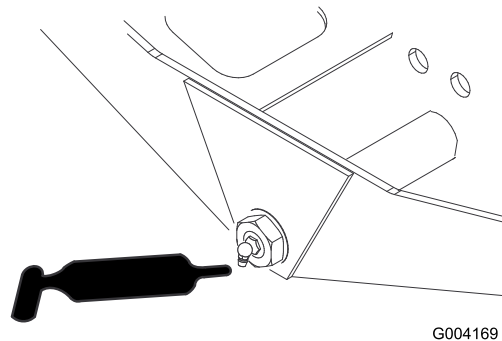

Figura 34
- Perno sterzante del ponte (1) (Figura 34)